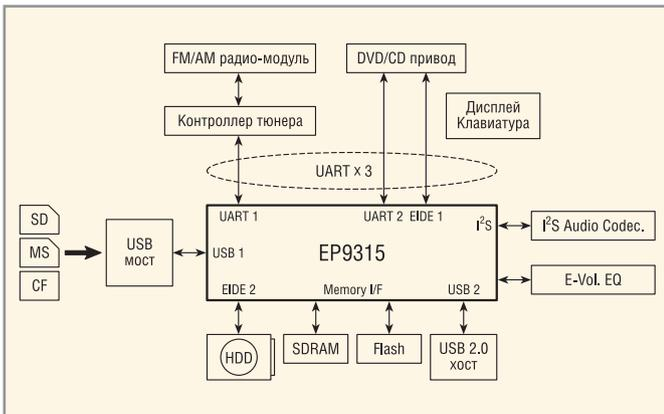

Рис. 5. Автомобильная аудиосистема на жёстком диске на МК EP9315
- автомобильная аудиосистема на жёстком диске на EP9315, поддерживает копирование Audio-CD, радиотюнер, USB-интерфейс для внешних носителей, кодеки MP3, AAC, WMA (рис. 5);